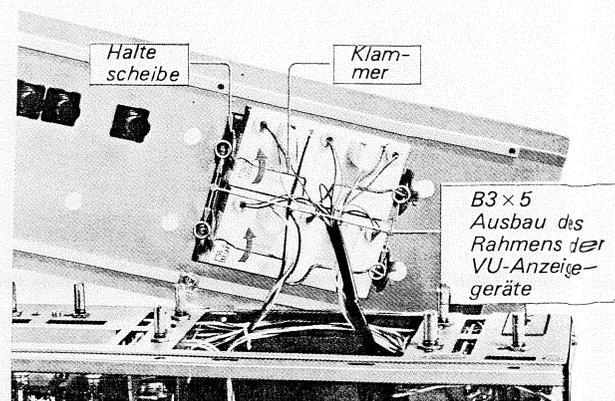

Fig. 2-4. Ausbau des Rahmens der VU-Anzeigegeräte
1. Die VU-Anzeigegeräte ausbauen, dann die vier Schrauben lösen, mit denen die in Fig. 2-4 gezeigten Haltescheiben befestigt sind.
2. Die Nasen der Scheiben in die in Fig. 2-4 gezeigte Pfeilrichtung drehen.